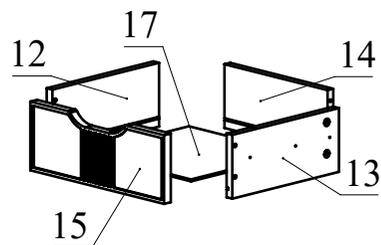
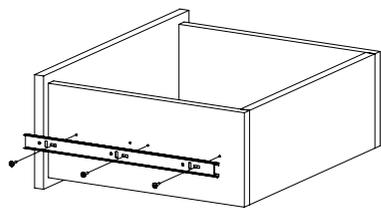

Рис. 13
Рис. 14
12. Соберите ящик. Для этого соедините детали 12 и 13 с деталью 14 при помощи конфирматов. Вставьте дно ящика 17 из ДВП в пазы деталей 12, 13, 14. Соедините деталь 15 с полученной конструкцией и затяните головки минификсов (Рис. 13). Закрепите внутренние планки направляющих на деталях 12 и 13 шурупами 3,5х16 (Рис. 14). С помощью шурупа 4х30 с круглой головкой закрепите ручку на фасаде ящика. При необходимости регулировки ящика выкрутите шурупы из круглых отверстий и перекрутите в овальные (продольные и вертикальные) регулировочные отверстия). Не затягивая до конца шурупы, сместите ответную планку вверх-вниз. Затяните шурупы до конца.